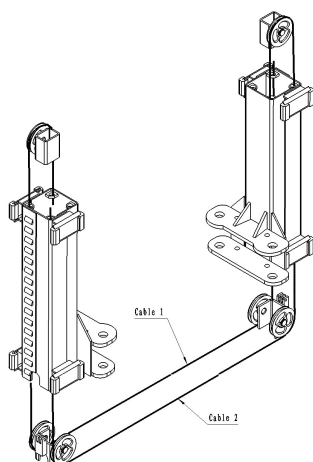

Abb.6a
5. Führen Sie die Stahlkabel durch wie in Abb. 6a und 6b dargestellt.